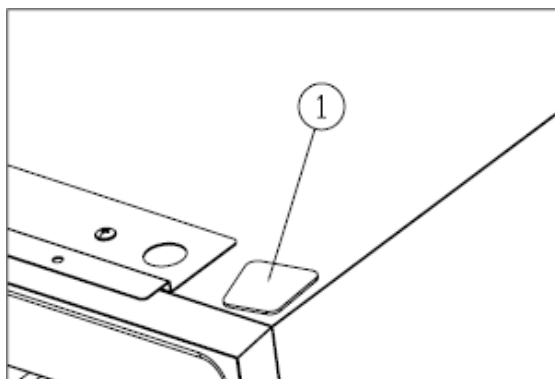

Figura 4
- Instale la cubierta en el otro lado (1). [Figura 4]